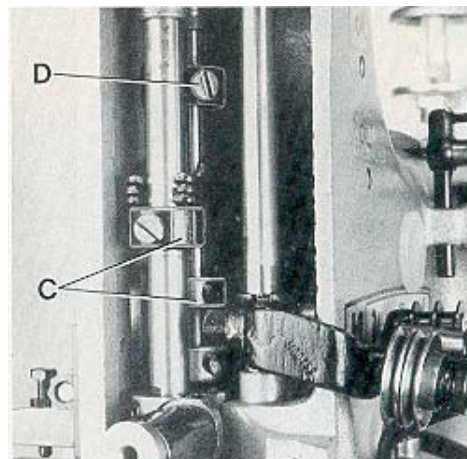

Fig. 25
By relocating the collars (C, Fig. 25) which serve as a leaf spring rest on the left and right presser bar, the pressure can be changed. Raising the collars increases the pressure, lowering the collars decreases it.
The presser foot lift is limited with the upper stop collar (D, Fig. 25) on the right presser bar. When the needles are in their lowest position and the presser foot is lifted with the presser foot lifter lever, the needle holder should not contact the presser foot. Besides this, the lifted presser foot should not contact the right upper spreader moving upwards. Set the stop collar (D) accordingly.
La elevación del pie prensatelas se limita con el anillo de ajuste (D, Fig. 25) en la parte superior de la barra derecha del pie prensatelas. Cuando la aguja está en su posición más baja y el pie prensatelas levantado el porta agujas no debe tocar el pie prensatelas. Además, cuando el pie prensatelas está levantado no debe contactar los movimientos del looper y el spreader superiores. Apriete el anillo de ajuste (D) adecuadamente. Asegúrese que ambas barras del pie prensatelas se muevan libremente hacia arriba y abajo.